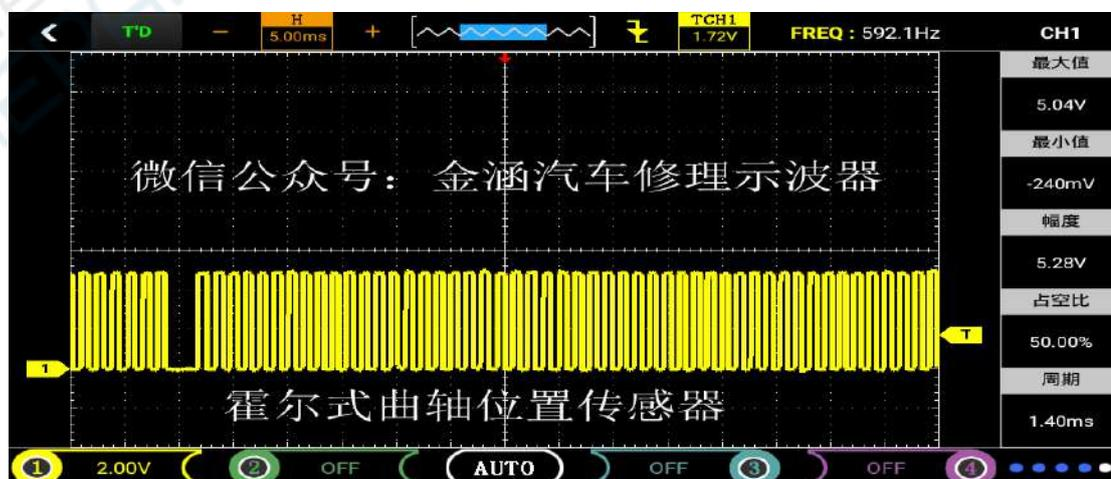

图11
- ③将探头接到示波器CH1且探头调置1X档，然后接地夹接到信号地或搭铁。
- ④由于示波器“磁电式”和“霍尔式”功能已默认好设置（探头档1X，时基档10.0ms），只需将探头接到对应的信号即可直观的显示波形，如图11。
- ⑤点击“CH1”，可以查看各项数值配置（配置已默认）。
- ⑥显示的波形可以自行通过调节时基、垂直伏/格和触发方式实现自己的需求（时基、垂直伏/格和其他的具体操作方法请参考通用示波器操作）。